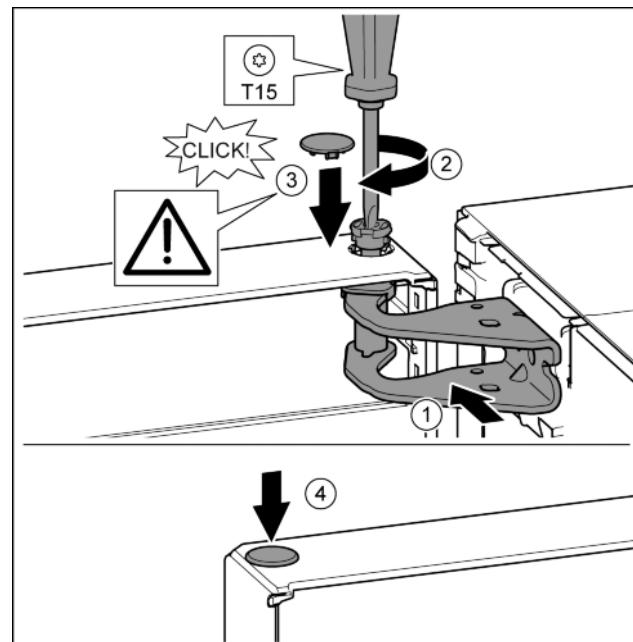

Fig. 19
- Дверь вверху выровнять по отверстию в опорном кронштейне. Fig. 19 (1)
- Вставить палец и затянуть отверткой T15. Fig. 19 (2)
- Установить предохранительную крышку для защиты двери: вставить предохранительную крышку и проверить, прилегает ли она к двери. В ином случае вставить палец полностью. Fig. 19 (3)
- Вставить заглушку. Fig. 19 (4)